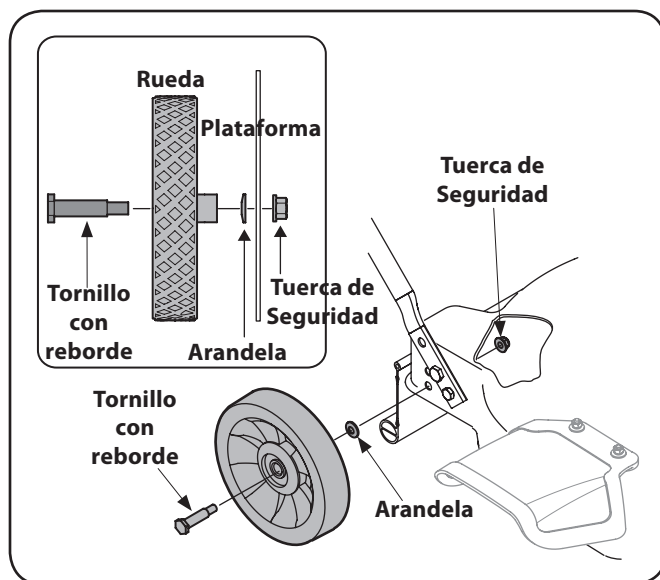

Figura 3-4
1. Ajuste cada rueda a la plataforma según se muestra en la Figura 3-4.